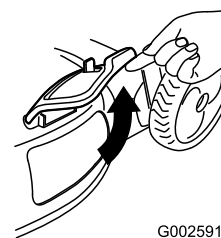

Figure 33
2. Lift open the side discharge door (Figure 33).